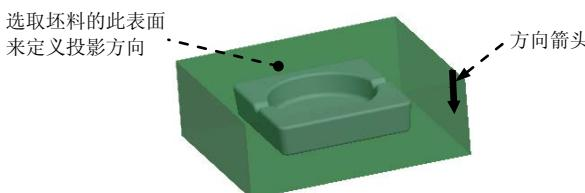

图 3.5 选取平面
Step2. 在“轮廓曲线”对话框中激活  后的文本框，然后选取图 3.5 所示的坯料表面，单击  按钮调整方向至图 3.5 所示。
Step5. 定义方向。在“裙边曲面”对话框中双击 **Direction (方向)** 元素，系统弹出 **▼ GEN SEL DIR (一般选取方向)** 菜单。在系统 **选择将垂直于此方向的平面** 的提示下，选取图 3.5 所示的坯料表面；接受图 3.5 所示的箭头方向，单击 **Okay (确定)** 命令。